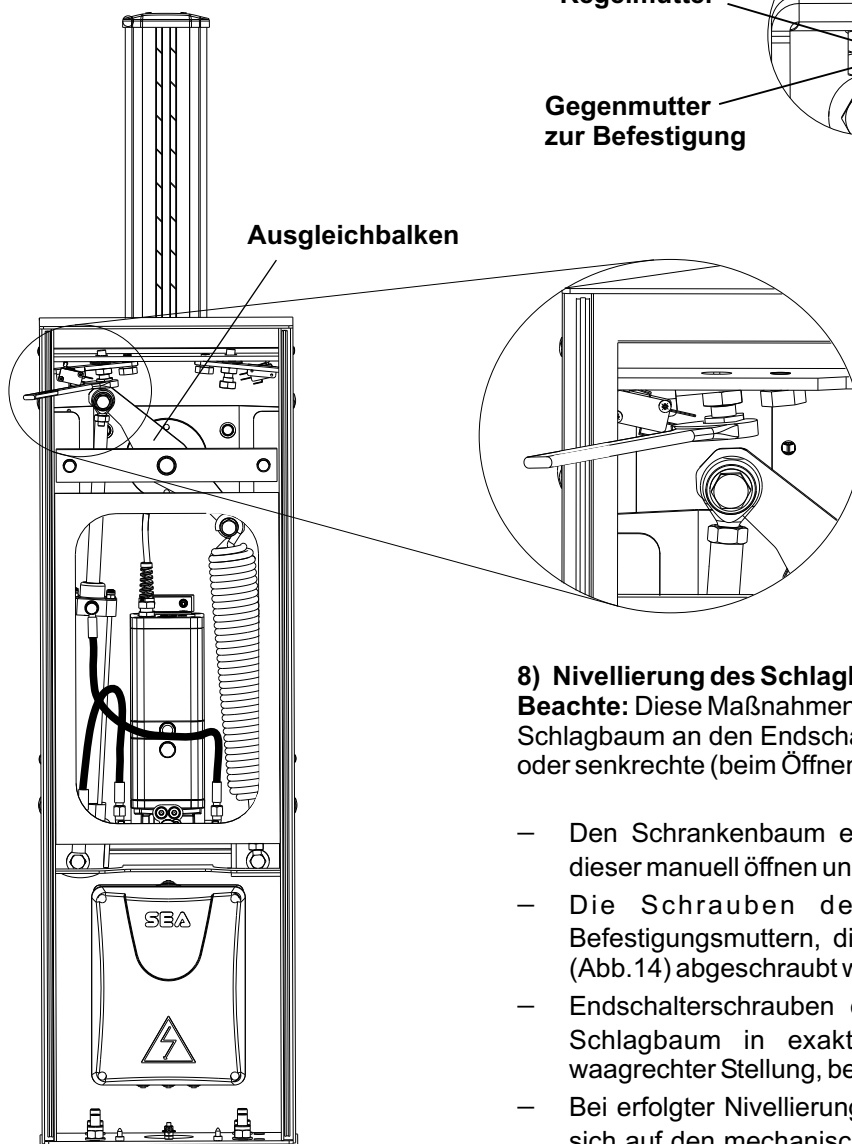

Abb. 14
- Die Schrauben der Endschalter entriegeln, indem die Befestigungsmuttern, die sich auf den mechanischen Stopps befinden (Abb.14) abgeschraubt werden.
- Endschalterschrauben entsprechend anziehen oder lösen, damit der Schlagbaum in exakter senkrechter, beim Öffnen, und exakter waagrechter Stellung, beim Schließen, stillsteht (Abb. 14).